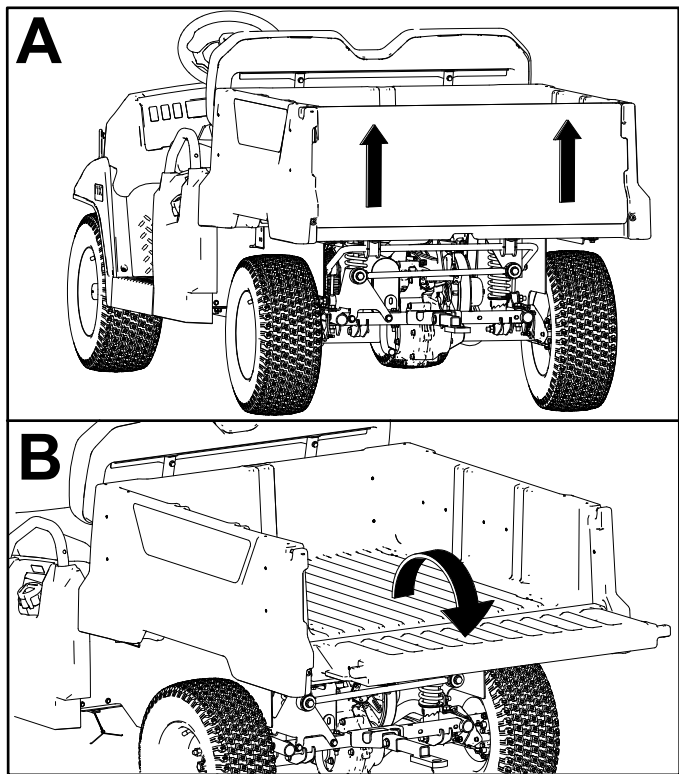

Figure 20
2. Soulevez le hayon des deux mains en le prenant par le bord supérieur (Figure 20).
3. Baissez le hayon jusqu'à ce qu'il soit au même niveau que le fond du plateau de chargement (Figure 20).